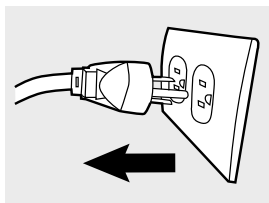

Figura 21
- Desenchufe el cable de alimentación de la lavadora. (Figura 21).